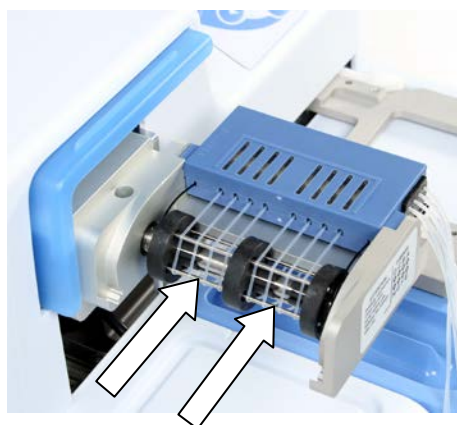

图 4-17.正确放置所有分液盒管体
5. 确保所有管体平稳放置在转子针 (图 4-17)上，4 个管体位于每个泵转子半体上。